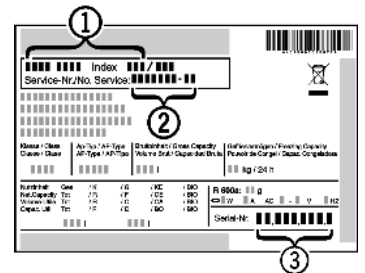

Fig. 4
- ▶ Gerätebezeichnung Fig. 4 (1), Service-Nr. Fig. 4 (2) und Serial-Nr. Fig. 4 (3) vom Typenschild ablesen. Das Typenschild befindet sich an der linken Geräteinnenseite.
- ▶ Den Kundendienst benachrichtigen und den Fehler, Gerätebezeichnung Fig. 4 (1), Service-Nr. Fig. 4 (2) und Serial-Nr. Fig. 4 (3) mitteilen.